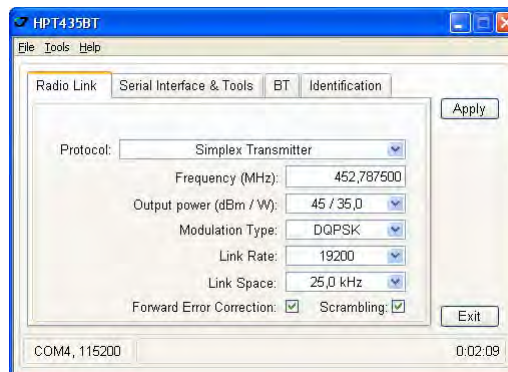

Рисунок 3-3. Настройки закладки Radio Link
7. В закладке *Radio Link* задайте следующие параметры и нажмите *Apply* (Рис. 3-3):